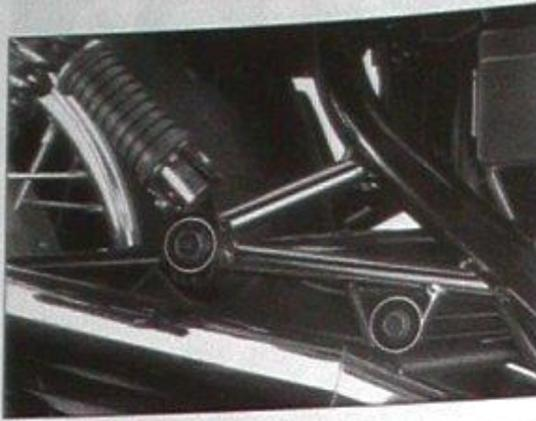

Bild 156
- Auspuffschellen der Auspufftöpfe lösen, Befestigungsschrauben ausdrehen (Bild 156) und Auspufftöpfe abnehmen.